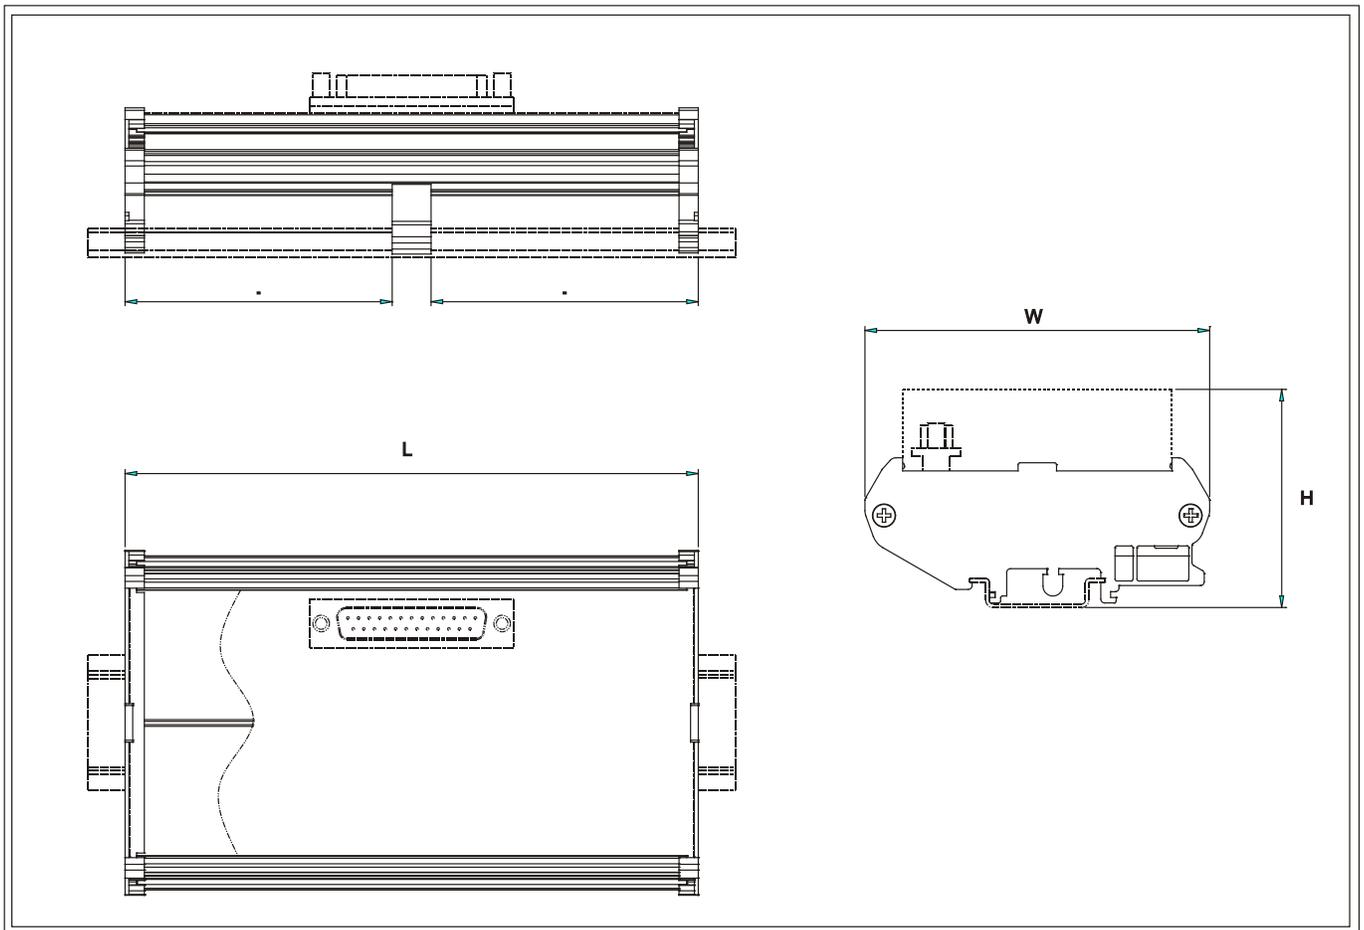

Figura 40- Desenhos Dimensionais
* Para maiores detalhes veja Figura 40.